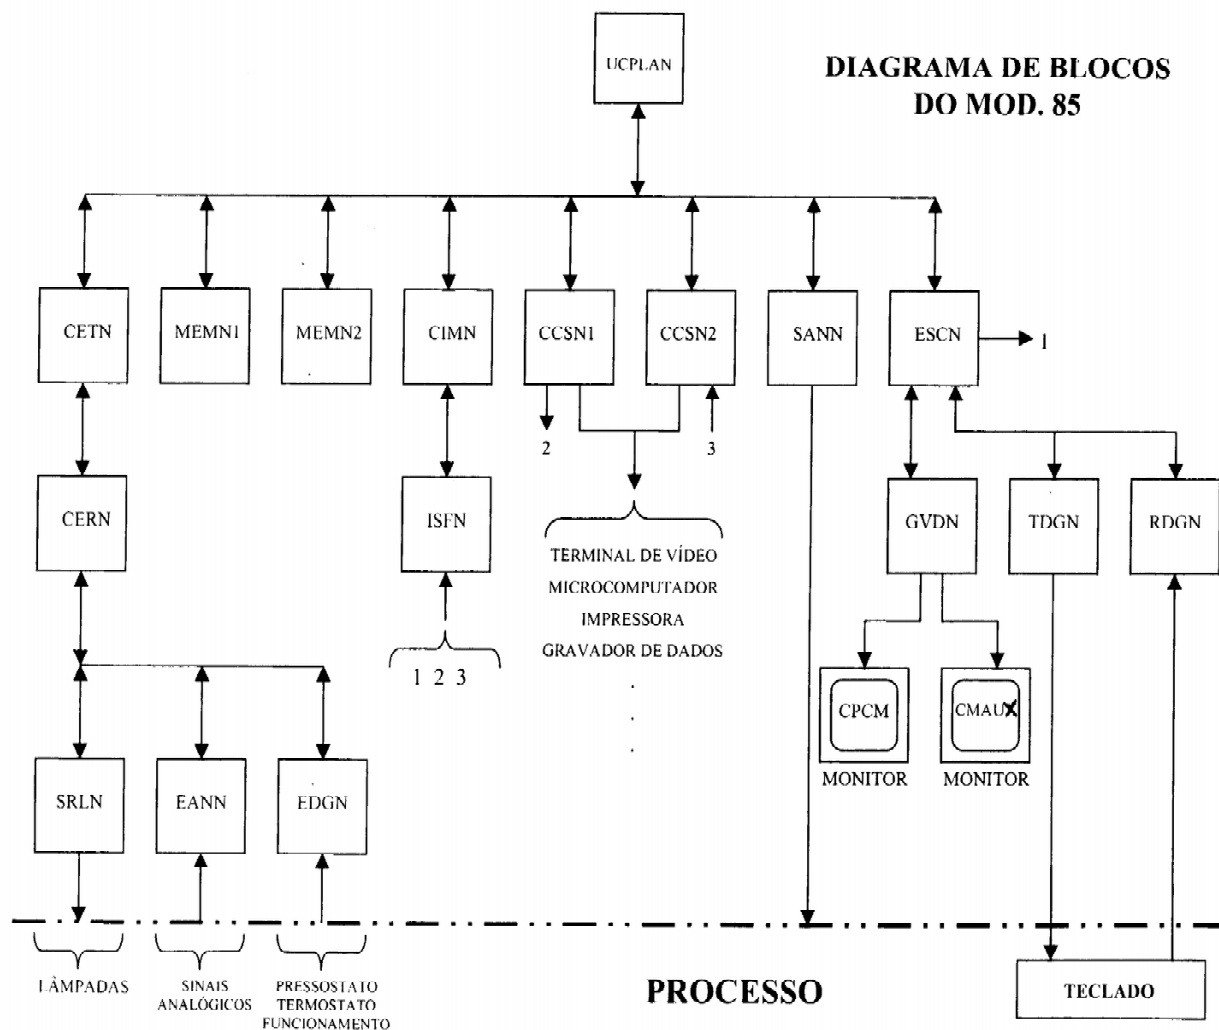

Figura 4.56. Diagrama em bloco do MOD.85
para indicação no monitor, registro na impressora, registro no gravador de dados e para o traçador gráfico. Na **figura 4.56** está o diagrama em bloco do computador MOD 85.
- Diagrama em bloco do Mod 85, conforme indicado na **figura 4.56**.